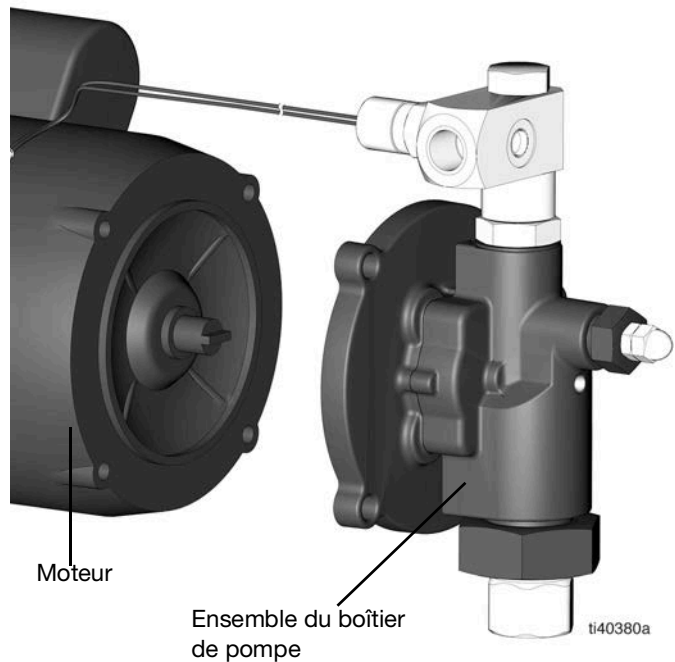

FIG. 18
14. Retirez l'ensemble du boîtier de pompe du moteur (FIG. 18).